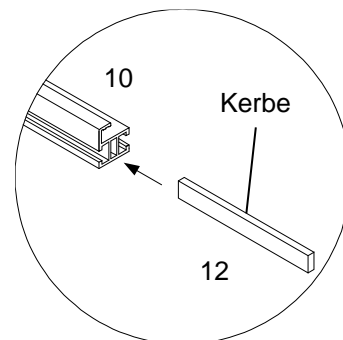

Abb.4
9. Im Fall, dass mehrere Befestigungsprofile (10) miteinander zu verbinden sind, ist je Trennstelle ein Verbindungsteil (12) in die entsprechende Führung des Profils einzuschieben. Eine zentrale Kerbe verhindert das Durchrutschen im Profil (Abb. 4).
10. Befestigen Sie jeden Kollektor 2 Mal mittels Bohrschrauben (11) unten und oben durch die bereits vorgebohrten Löcher im Befestigungsprofil (10).